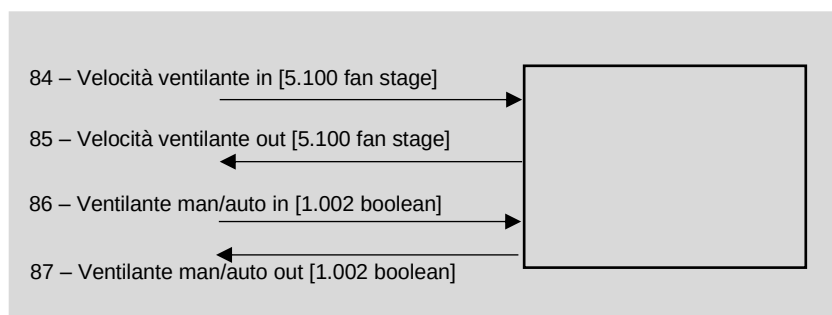

Figura 12 - Modifica remota velocità della ventilante
Gli oggetti di gruppo indicati nello schema a blocchi di Figura 12 consentono di monitorare la velocità effettiva della ventilante, impostata in modo automatico (A) dal regolatore di temperatura oppure impostata manualmente in locale dall'utente che interagisce con i pulsanti Touch. Gli oggetti di gruppo (O.C. nel seguito) consentono anche di effettuare le stesse modifiche da remoto, ad esempio tramite un supervisore di impianto.